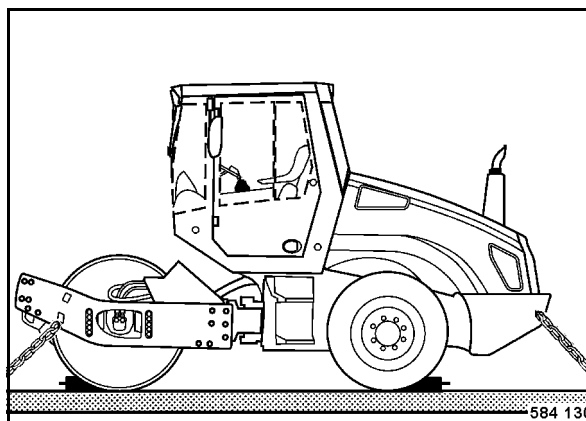

fig. 67
- Arrimer la machine sur le moyen de transport (fig. 67) par les quatre oeillets des châssis avant et arrière.